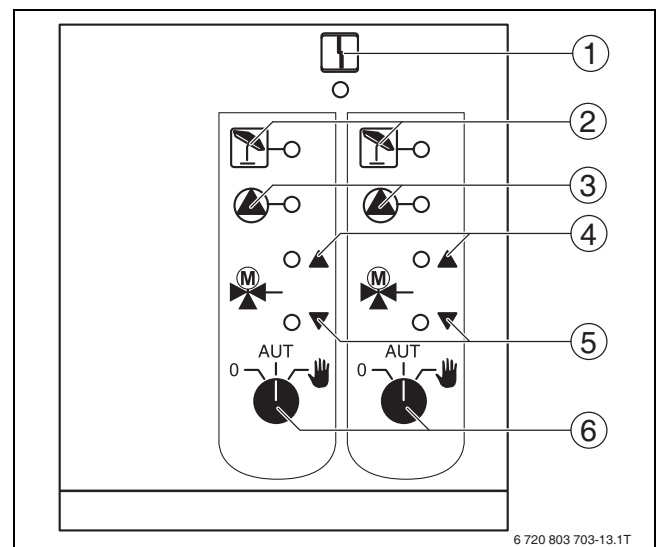

Рис. 10 FM442
**0** и **Рука** являются особыми положениями переключателя отопительного контура (→ рис. 10, [6]), которые разрешается устанавливать только специалистам сервисной фирмы.